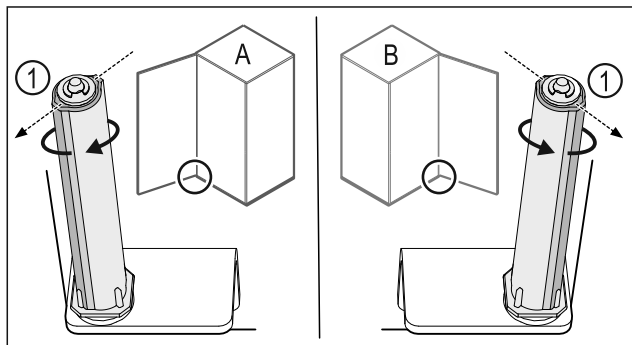

Fig. 38 Feste på venstre side (A) / feste på høyre side (B)
- Drei lukkesystemet mot motstanden til rillen på lukkesystemet Fig. 38 (1) peker utover.